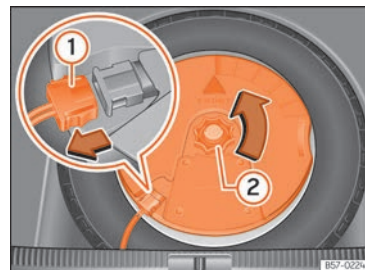

Fig. 287 En el maletero: desmontar el subwoofer.
- Desconecte el cable del altavoz *subwoofer* » fig. 287 ①.
- Gire la ruedecilla de fijación en sentido contrario a las agujas del reloj ②.